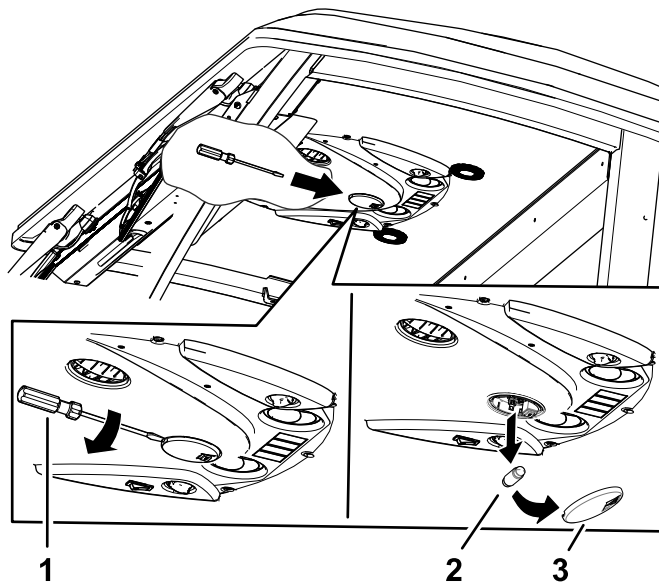

図 120
1. ねじ回しを使ってコントロールパネルからレンズを外す 図 120。
2. ベースから電球を外す 図 120。